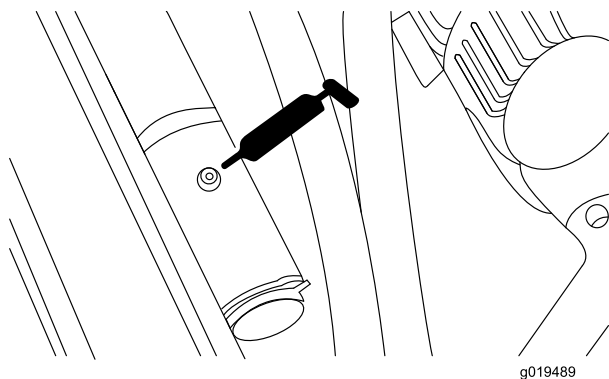

Figure 45
- Pivot de vérin de levage arrière (2) (Figure 45).